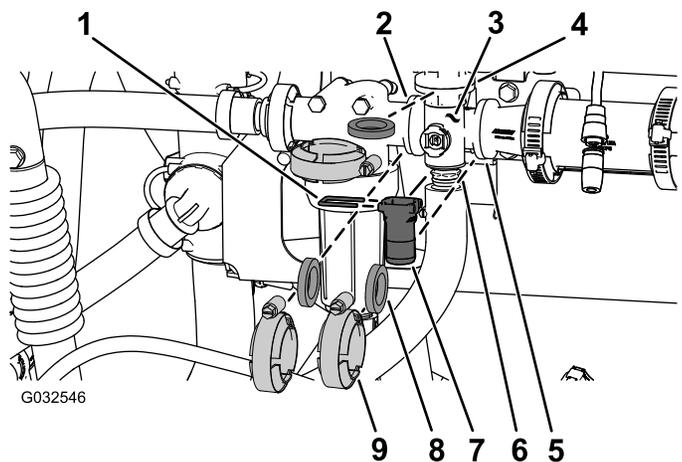

Рисунок 100
1. Снимите хомуты, прокладки крепления, быстроразъемное соединение и штифт быстроразъемного соединения, которые крепят коллектор клапана перемешивания к перепускному клапану перемешивания, головке фильтра линии нагнетания, переходной муфте и переходному штуцеру (дрессельный клапан перемешивания), как показано на Рисунок 100.